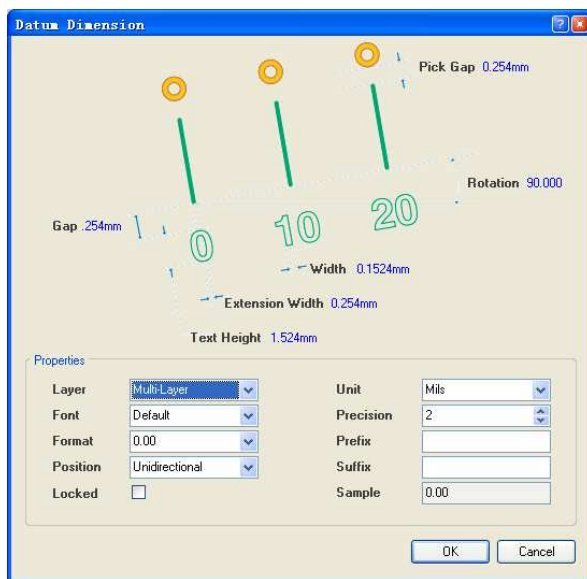

图 7.68 “Datum Dimension”对话框
(1) 单击“Utilities”工具栏中的尺寸工具按钮，在弹出的工具栏中选择标尺工具按钮，或者选择“Place”->“Dimension”->“Datum”命令。
(2) 单击“Tab”键，打开如图 7.68 所示的“Datum Dimension”对话框。
如图 7.68 所示的“Datum Dimension”对话框用于设置标尺的属性，其中的选项功能与“Linear Dimension”对话框中的对应选项功能相同。可参考对“Linear Dimension”对话框中选项的描述。